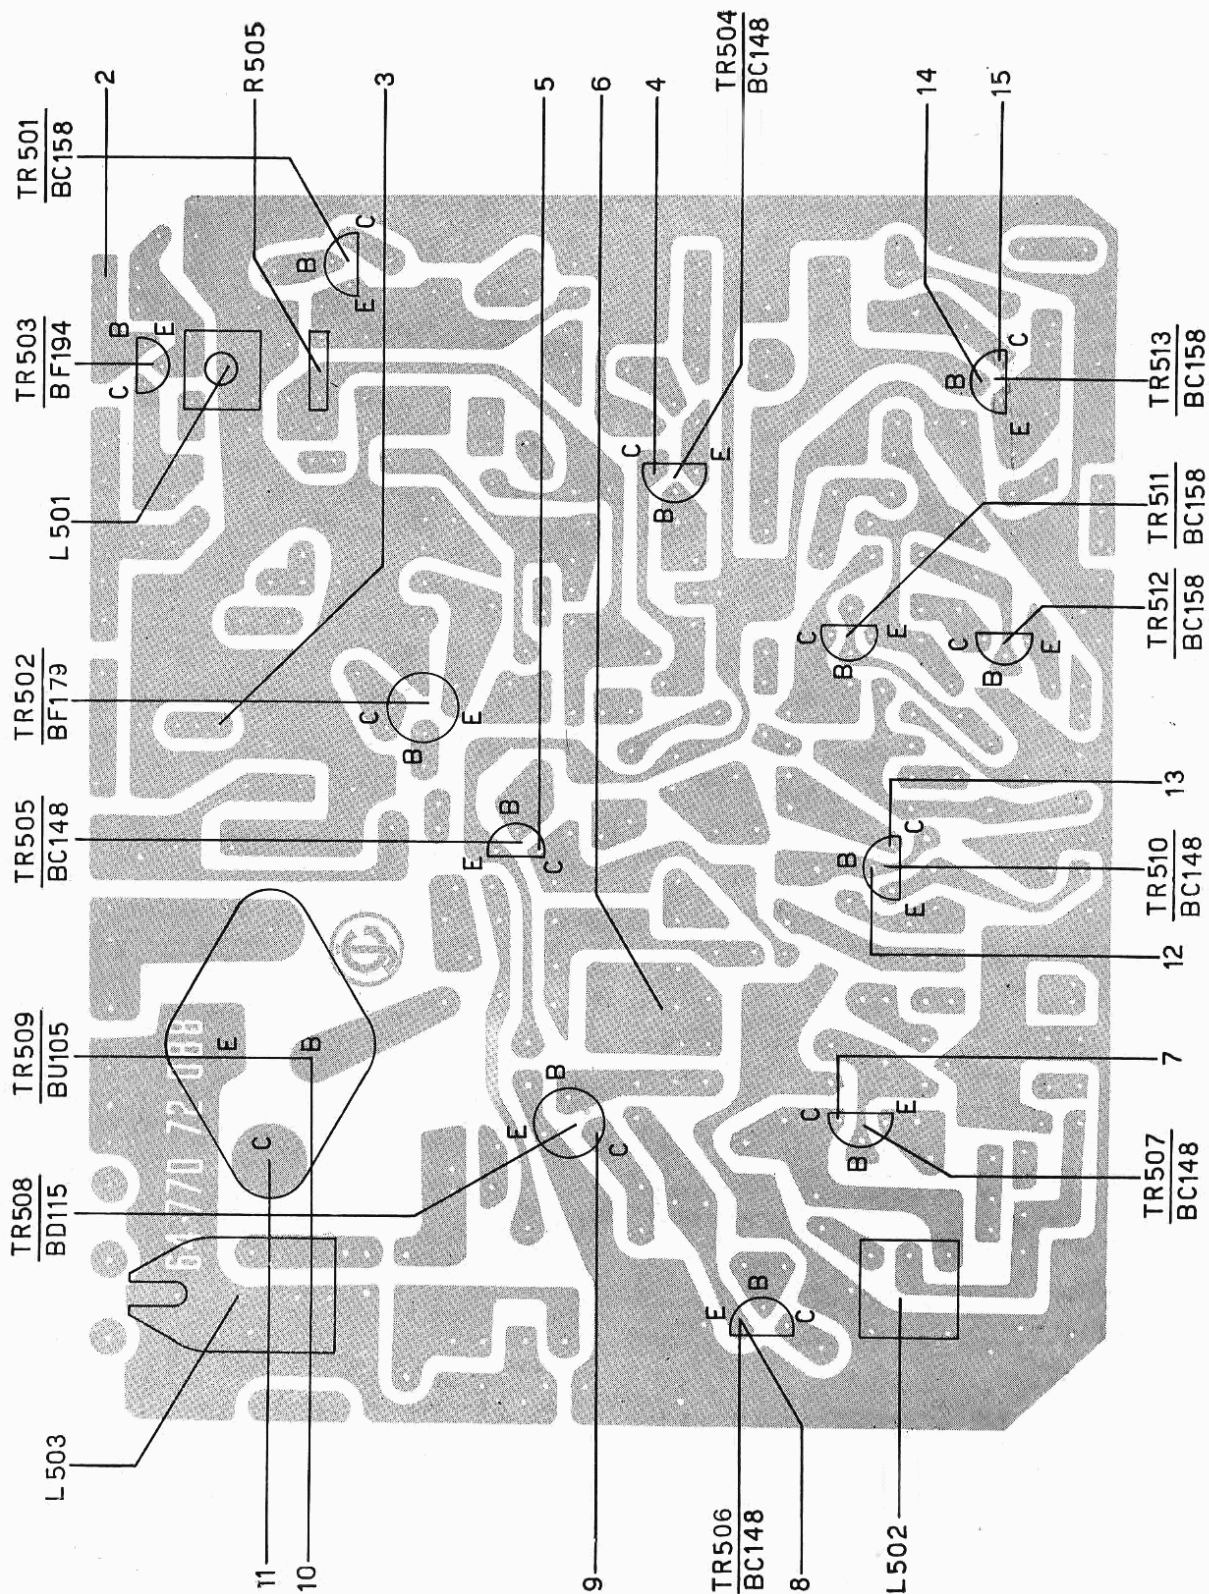

Fig. 7 - Piastra video e sincronismi vista lato rame.
- b) Potenziometro R 505 (fig. 7 - sensibilità F.I.) regolato a metà corsa circa.
Questa regolazione deve essere fatta in assenza di segnale di antenna (o meglio staccando il cavetto che collega il gruppo integrato alla piastra di F.I.) e si effettua agendo sul potenziometro R 505 (fig. 7 e 8) fino ad ottenere una
La bobina da tarare per questa operazione, è la L 503 (fig. 7 e 8) che regola la parte sinistra del quadro. Non è prevista la regolazione dell'ampiezza orizzontale la quale dipende **unicamente** dalla giusta realizzazione del circuito.
un generatore a 5,5 MHz. collegato all'entrata dello stadio finale video. Si dovrà osservare con cura il reticolo a 5,5 MHz. sullo schermo del cinescopio, regolando eventualmente il televisore in modo che il reticolo sia ben visibile; regolare poi il nucleo della bobina L 501, fino a ridurre al minimo del reticolo stesso (fig. 7).